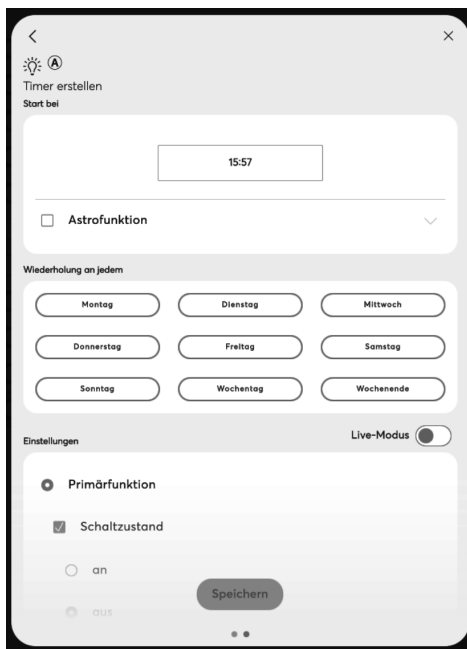

Abb. 37: Timer – Detailansicht
Durch Auswahl eines bestimmten Schaltereignisses wechselt die Ansicht in die Detailansicht (Abb. 37). Hier kann die Schaltzeit angepasst werden. Darüber hinaus können die Wochentage definiert werden, an denen das Ereignis wiederholt werden soll. Alternativ kann die Schaltung über die Astrofunktion aktiviert werden.
1. Klicken/Tippen Sie auf ein Gerät oder eine Szene, um die Schaltzeiten für zu definieren, (siehe Abb. 37).